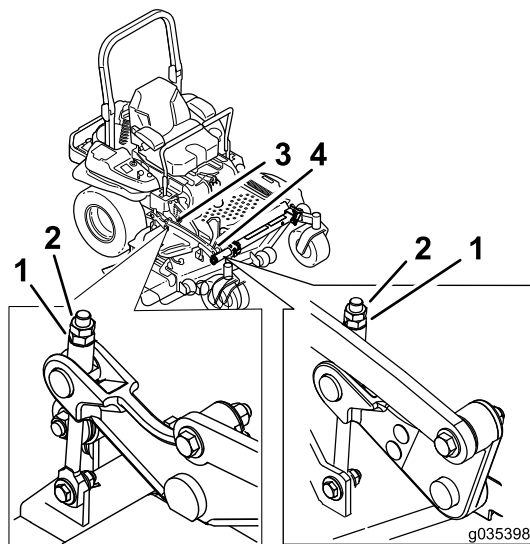

Figura 99
10. Mettete a punto il dado di regolazione sul gruppo di sollevamento del piatto di taglio anteriore ruotandolo (Figura 99).